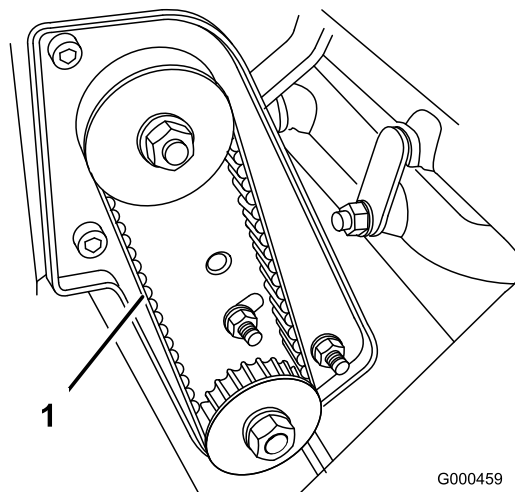

図 35
2. プーリ間の中央（図 35）でベルトを指で押して点検する。押す力は1.5~2.5 kg程度。4.8~7.9 mm程度のたわみが出るのが適正である。たわみの量が適正でない場合は以下の手順へ進む。